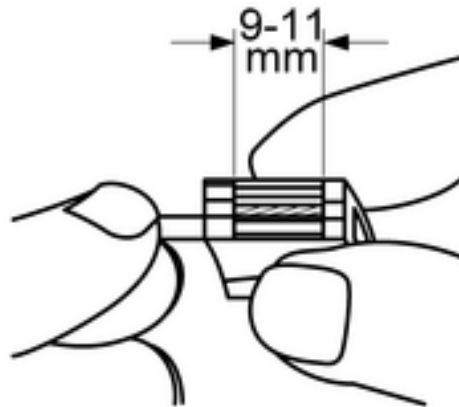

Bild 8: Abisolierlänge
- Leiter 9 - 11 mm abisolieren (Bild 8).